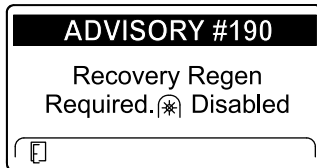

Bild 23
- Recovery regeneration required – power takeoff disabled ADVISORY #190 (Bild 23)